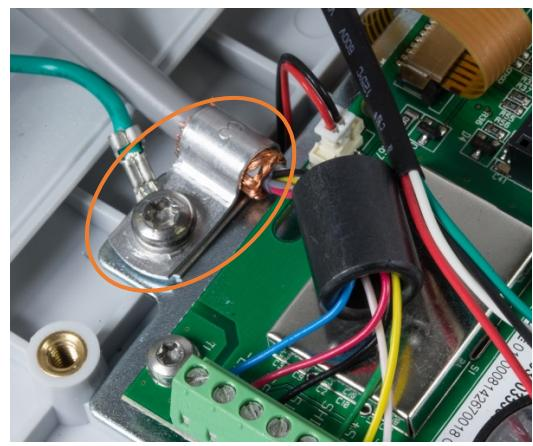

Figure 2-27 : Installation de la ferrite du câble d'un capteur analogique avec mise à la masse sur le châssis, IND231
1. Le câble du capteur pénètre dans le boîtier à travers le presse-étoupe indiqué sur la Figure 2-27.
4. Le serre-câble de masse fourni en même temps que le terminal est utilisé pour mettre en contact le blindage exposé (Figure 2-26) avec la plaque de montage métallique en utilisant la vis de fixation de la tresse de la charnière de l'enceinte comme sur la Figure 2-27.